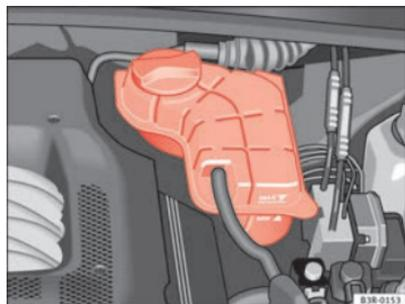

Fig. 168 Compartimento do motor: Depósito do líquido de refrigeração
- Controle o nível do líquido de refrigeração no depósito de expansão do líquido de refrigeração ⇒ fig. 168. Com o motor frio, o nível deve situar-se entre as marcas «min» e «max». Com o motor quente, o nível poderá situar-se também um pouco acima da marca «max».
- Coloque um pano sobre o tampão do depósito de expansão do líquido de refrigeração ⇒ fig. 168 e desenrosque-o **com cuidado** rodando-o para a esquerda ⇒ ⚠.